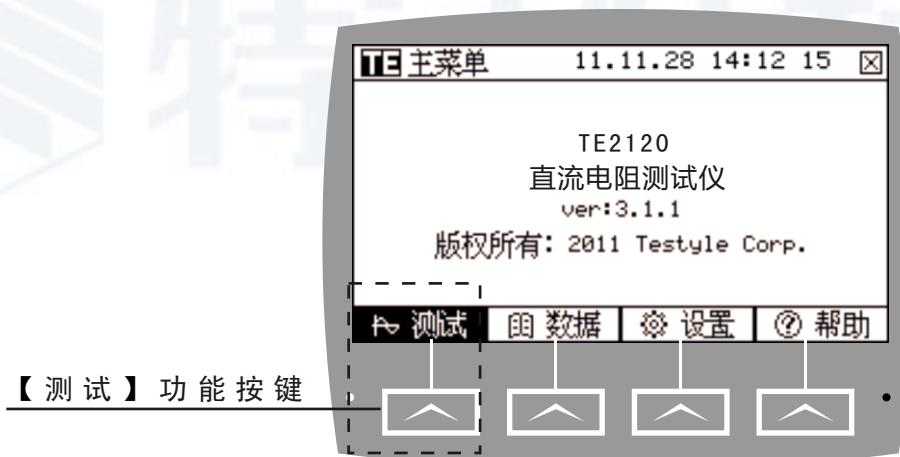

图1.3.3
如图1.3.3，按下【测试】功能按键后，测试功能生效。功能按键介绍请见第二部分详细介绍相关章节。
- (2) 合上电源开关，显示主菜单后(见图1.3.3)，按【测试】功能按键，进入测试参数设置界面（见图1.5.2），按【上移】和【下移】按键选择设置参数，按【测试】开始测试。